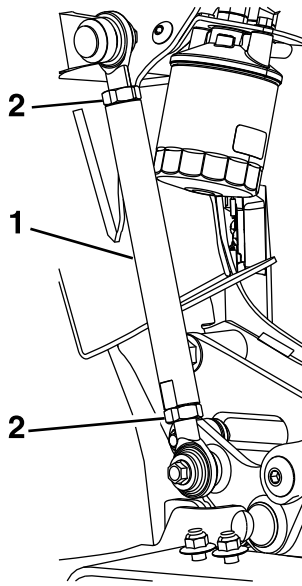

Figure 34
15. Desserrez les deux écrous de blocage et tournez la tige pour élever ou abaisser le tablier. Resserrer les écrous de blocage lorsque la position correcte est atteinte (Figure 34).